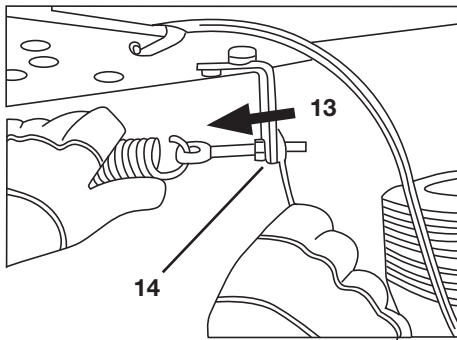

Bild 8
Sollte sich das Auswurfsieb zu oft bzw. zu leicht öffnen, können Sie die Federvorspannung mittels Össchraube (11) einstellen. Dazu müssen die Sechskantmutter (SW 13) auf der Össchraube (14) in Richtung Feder (13) verstellt werden (siehe „Bild 8“).